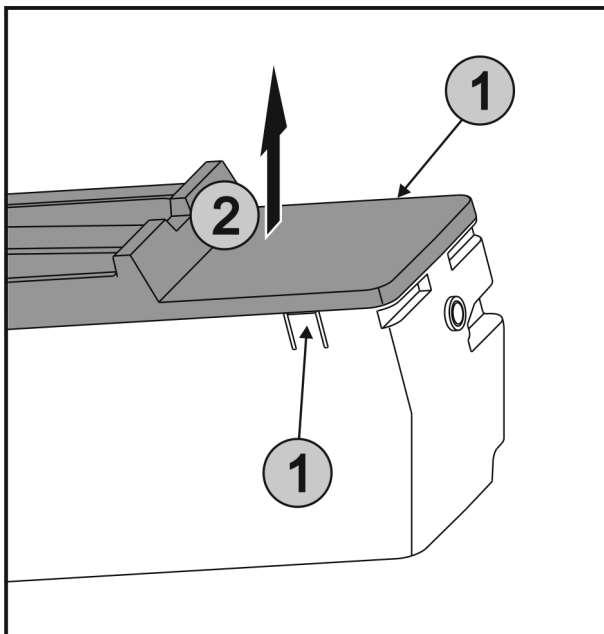

Fig. 21
- ▶ Appuyer simultanément sur les languettes Fig. 21 (1) des deux côtés de l'EasyTwist-Ice et retirer le couvercle Fig. 21 (2) vers le haut.